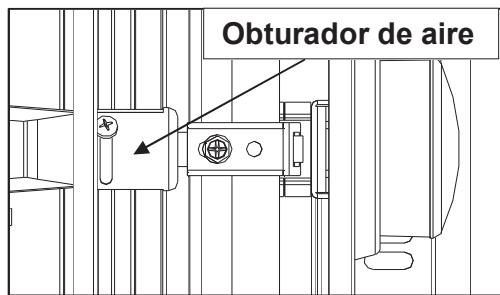

Fig. 36 Obturador de aire
- a. Afloje el obturador de aire. El obturador se encuentra en el extremo de los quemadores de gas, debajo de la caja de control. Consulte la Fig. 36.